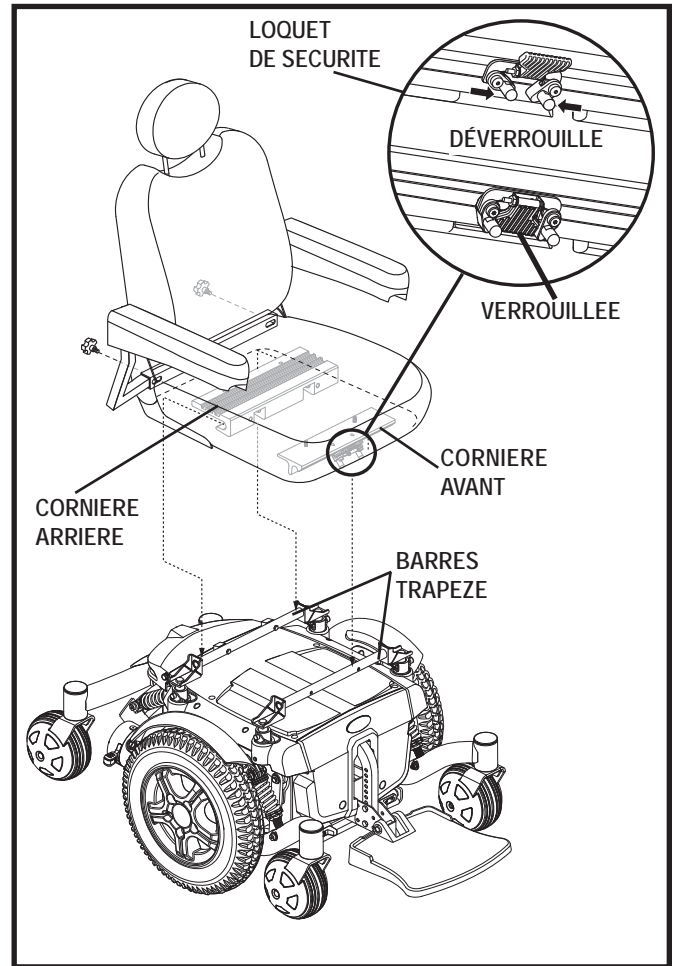

Figure 7. Système de montage universel et siège Contour
Il se peut que vous ayez à installer le siège avant la première utilisation ou après avoir transporté votre fauteuil motorisé. La plupart des sièges sont fixés à la base à l'aide du «Système de Montage Universel» (SMU). Le système de montage universel (SMU) est composé de pièces compatibles sans égard à la largeur ou à la profondeur du siège. Les deux pièces principales sont des cornières d'aluminium montées sur la base du siège. Celles-ci se fixent sur la paire de barres trapèze fixées sur la base motorisé. **Voir la figure 7.**
1. Inclinez le siège vers l'arrière et glissez la cornière arrière sur la barre trapèze arrière. **Voir la figure 7.**
3. Basculez le loquet vers la bas. **Voir la figure 7.**
5. Basculez le loquet du siège vers le haut. **Voir la figure 7.**